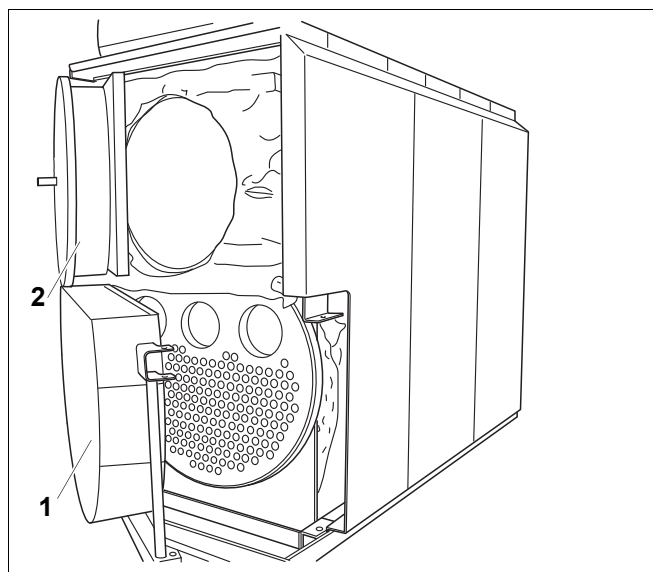

Рис. 29 Открытие двери котла
Перед тем, как открыть дверцу горелки (рис. 29, **поз. 1**), проверьте наличие шарнирных осей на дверце и оборотной камере котла.
- Отверните болты оборотной камеры котла (рис. 29, **поз. 1**) и откройте ее.
- Выверните болты из двери котла (рис. 29, **поз. 2**) и откройте ее.